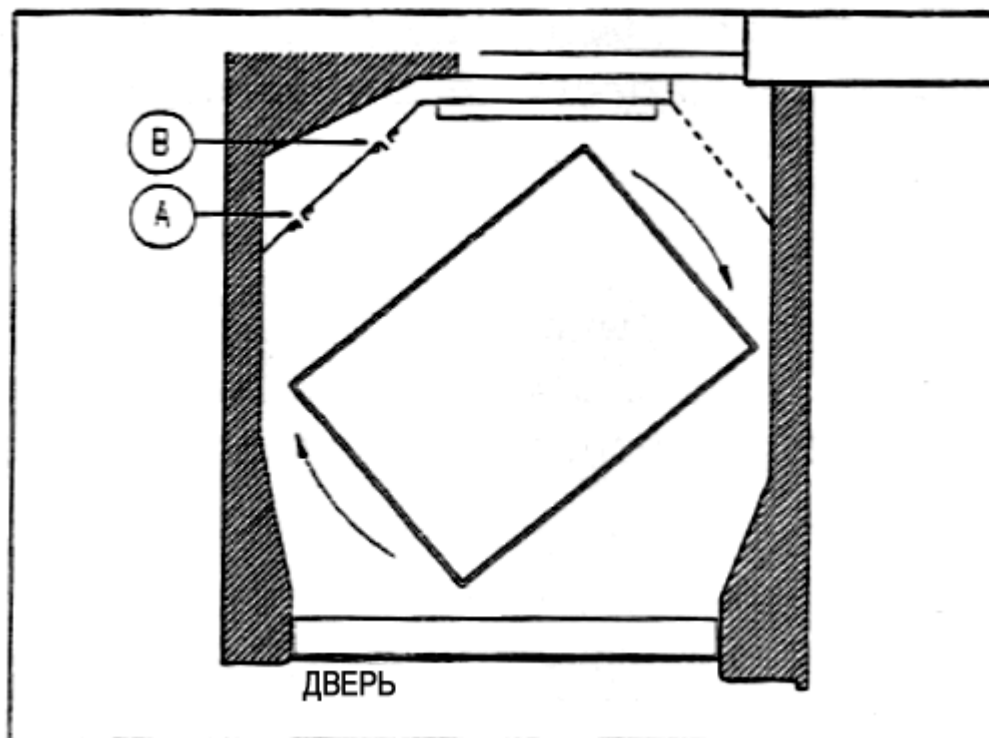
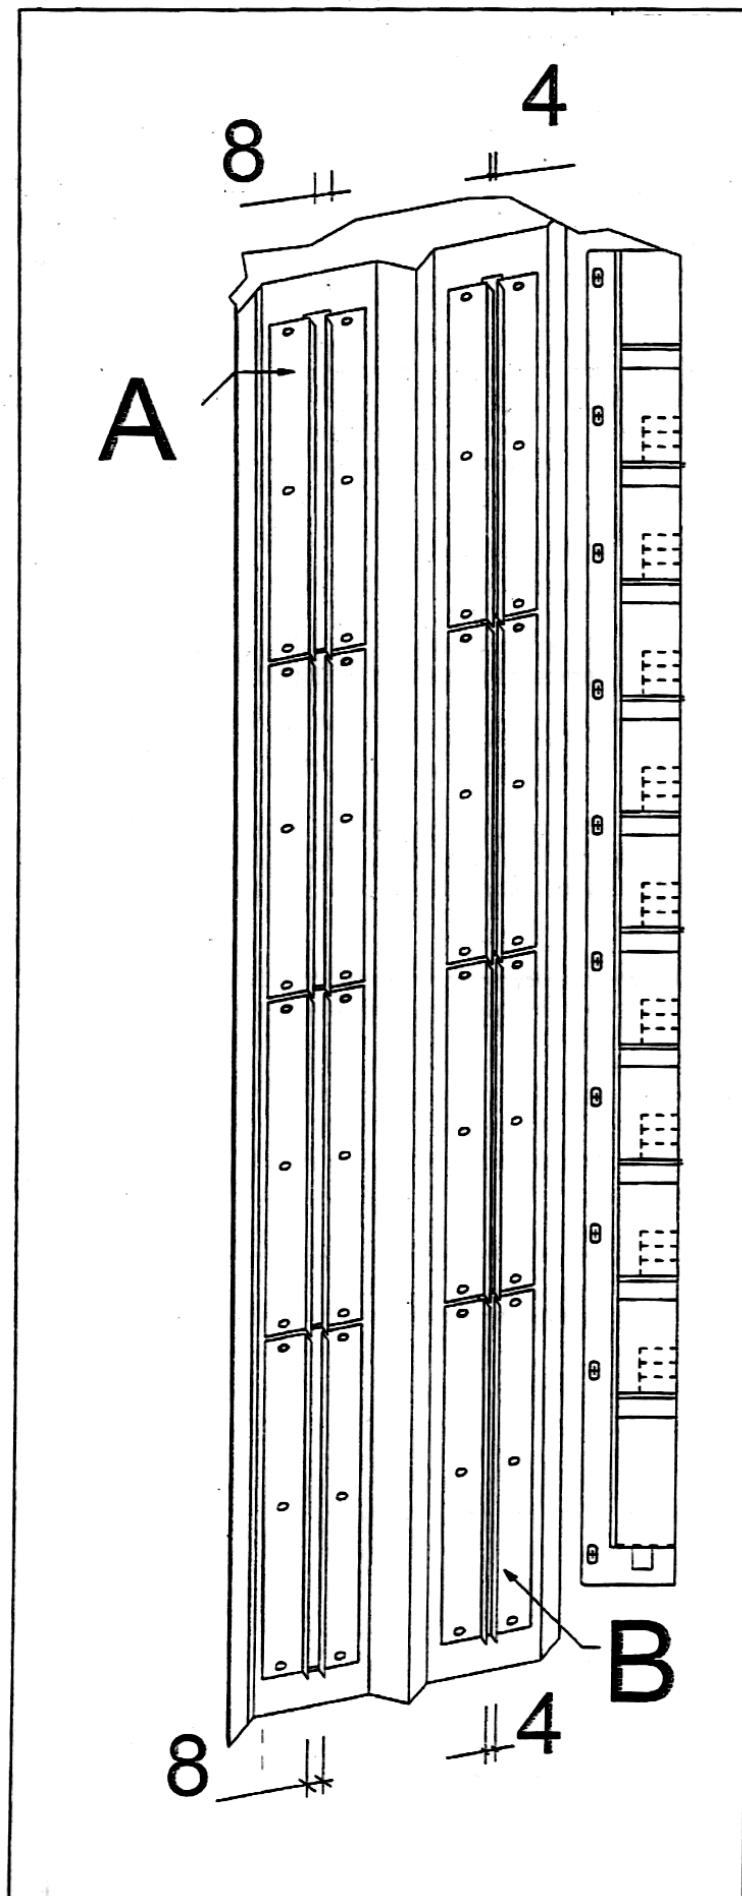

Рис. 20
Рис. 22
Поскольку воздушные шлюзы имеют наклонное положение (**Рис. 20**), измерение стандартной настройки, показанной на Рис. 22, должно производиться в самой узкой части (ИСТИННОЕ СЕЧЕНИЕ).
Воздушные шлюзы (**Поз. А, Рис. 20**) оказывают влияние на тесто, расположенное в центре противней; а те которые располагаются в позиции В, воздействуют на выпечку, расположенную по краям.
На **Рис. 22** показано внутреннее пространство пекарной камеры и стандартные настройки воздушных шлюзов.
Регулировка отверстий производится в соответствии со стандартными значениями, указанными на Рис. 22.
При регулировке щелевидных отверстий размер стандартного отверстия остается неизменным (см. Рис. 22).
- Подвиньте щелевые отверстия вправо или влево для того, чтобы направить поток воздуха к центру стеллажа, если выпечка неудовлетворительна на всех противнях, измените положение всех щелевых отверстий (**Поз. А, Рис. 22**). Если выпечка не пропекается на противнях только частично, передвиньте только те щелевые отверстия, которые ближе всех к таким противням.
- Подвиньте щелевые отверстия вправо или влево для того, чтобы направить поток воздуха к центру стеллажа. Если выпечка запекается слишком сильно на всех противнях, раздвиньте все щелевые отверстия (**Поз. А, Рис. 22**). Если только на нескольких противнях выпечка передерживается только частично, раздвиньте только те щелевидные отверстия, которые ближе всех к таким противням.
- Увеличьте размер щелевых отверстий (**Поз. В, Рис. 22**).